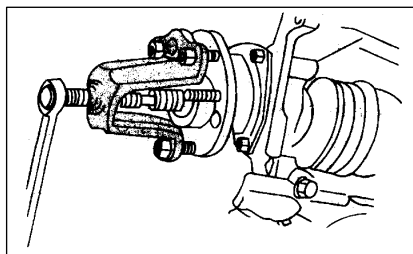

图 5.1-10 分离车轮轴承
④ 拆卸传动轴螺母。
⑤ 如图 5.1-10 所示,用三颗车轮螺母将轮毂芯轴拆卸工具连接到车轮轴承 / 轮毂上分离传动轴与车轮轴承。